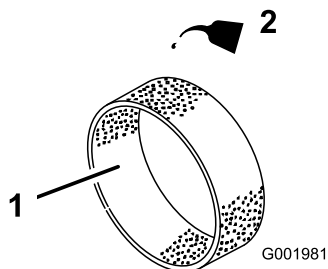

図 45
4. 乾いたら新しいエンジン・オイルを30~60 cc含ませる (図 45)。